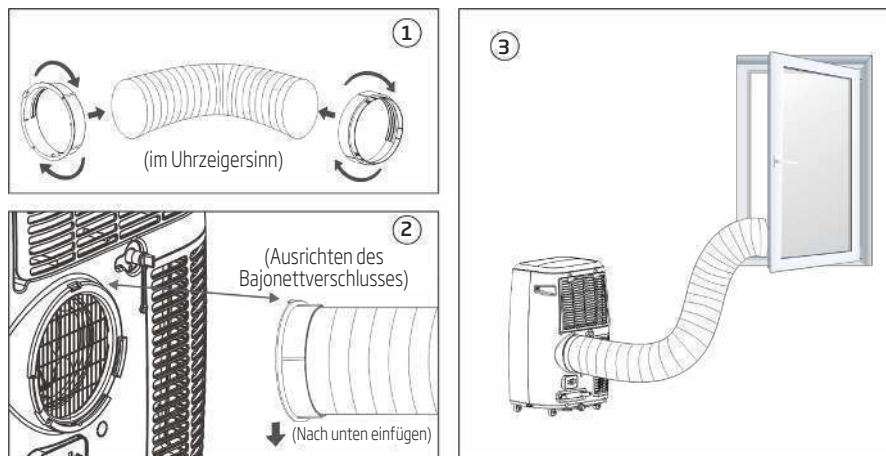

Abb. 9
2. Führen Sie die quadratische Befestigungsklammer in die Öffnungen auf der Rückseite des mobilen Klimageräts ein (siehe Abb. 9).